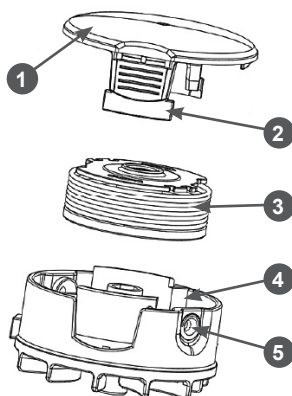

Рис. 16 Разборка триммерной головки
2. Нажмите на два фиксатора 2 (Рис. 16) на триммерной головке и снимите крышку 1.
6. Защелкните крышку 1 на корпусе 4 (Рис. 16) триммерной головки. Убедитесь, что фиксаторы 2 надежно удерживают крышку на корпусе.